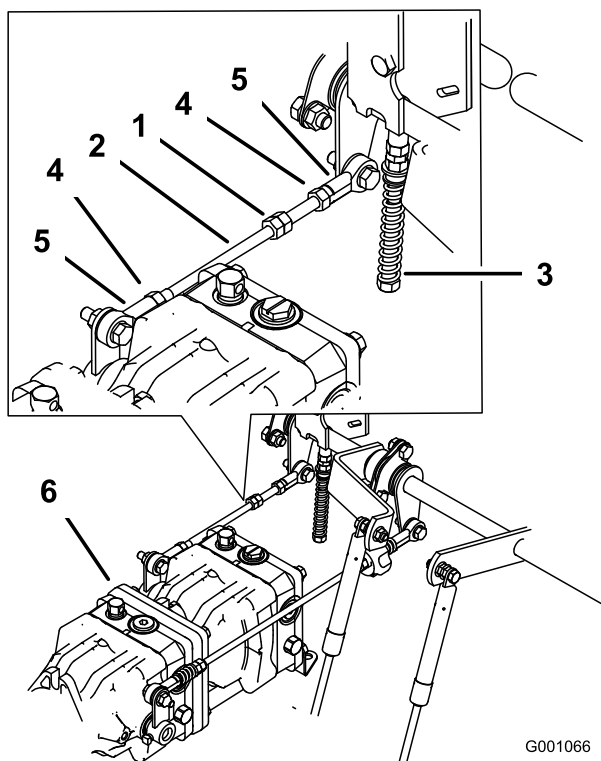

Figura 91
1. Afloje las contratueras de la articulación esférica de la varilla de control de la bomba (Figura 91).
3. Ajuste la longitud de la varilla de la bomba girando las tuercas dobles de la varilla, en el sentido apropiado, hasta que la rueda quede estacionaria o se mueva muy lentamente en marcha atrás (Figura 91).
6. Apriete las contratuercas de las articulaciones esféricas (Figura 91).